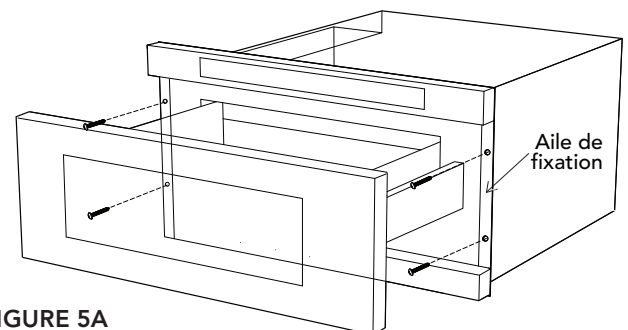

FIGURE 5A
3. Glissez complètement le tiroir jusqu'à ce que l'aile de fixation soit affleurée avec la face du placard. Consultez la FIGURE 5A.
4. Ouvrez le tiroir. Utilisez comme gabarit les 4 trous dans le tiroir et percez 4 trous dans le mur avec un mors ¹/₁₆ po. Consultez la FIGURE 5A.